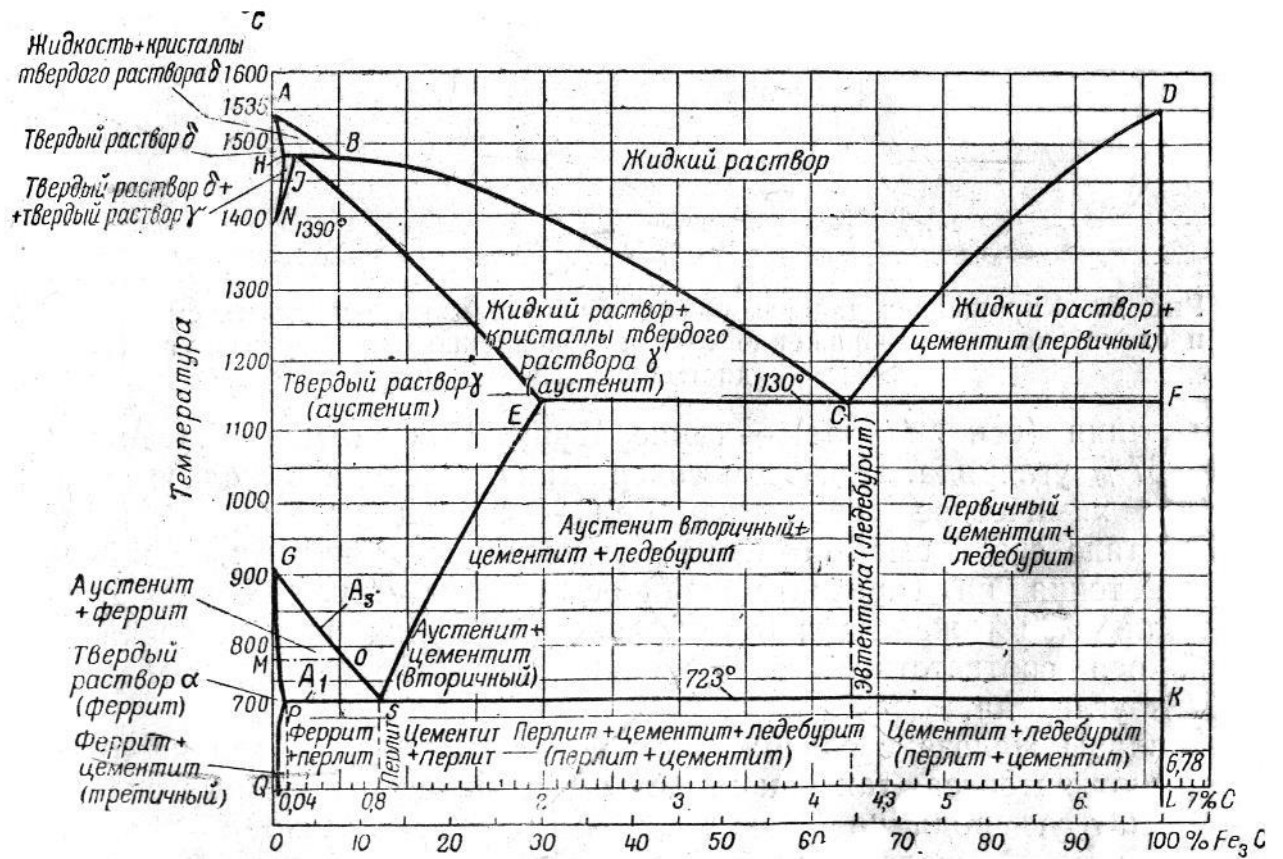

Рис. 1. Диаграмма сплавов железо-углерод
15. По диаграмме железо – углерод (рис. 1) найти температуру отжига стали марки 35, 50, У10, У13